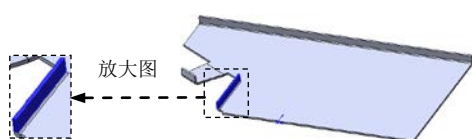
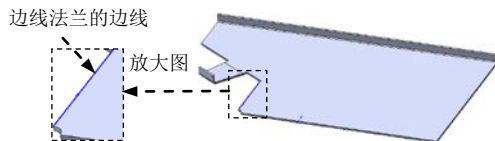

图 6.16 边线—法兰 2
图 6.17 边线法兰的边线
Step7. 创建图 6.16 所示的钣金特征——边线—法兰 2。
(1) 选择命令。选择下拉菜单 **插入(I)** → **钣金(B)** → **边线法兰(E)...** 命令 (或单击“钣金”工具栏中的“边线—法兰”按钮 )。
(2) 定义特征的边线。选取图 6.17 所示的模型边线为生成的边线法兰的边线。
(3) 定义法兰参数。
① 定义法兰角度值。在 **角度(A)** 区域的  文本框中输入角度值 90.0。